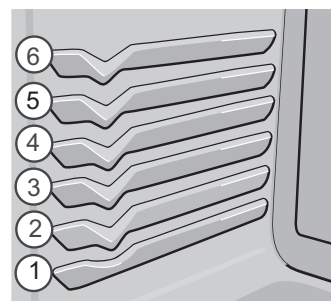

Figure 9 : Positions des grilles
- Pour des résultats optimaux lorsque vous cuisez des gâteaux avec deux grilles de four, placez la grille à glissière en position 4 et la grille plat en position 1. (Voir Figure 9).